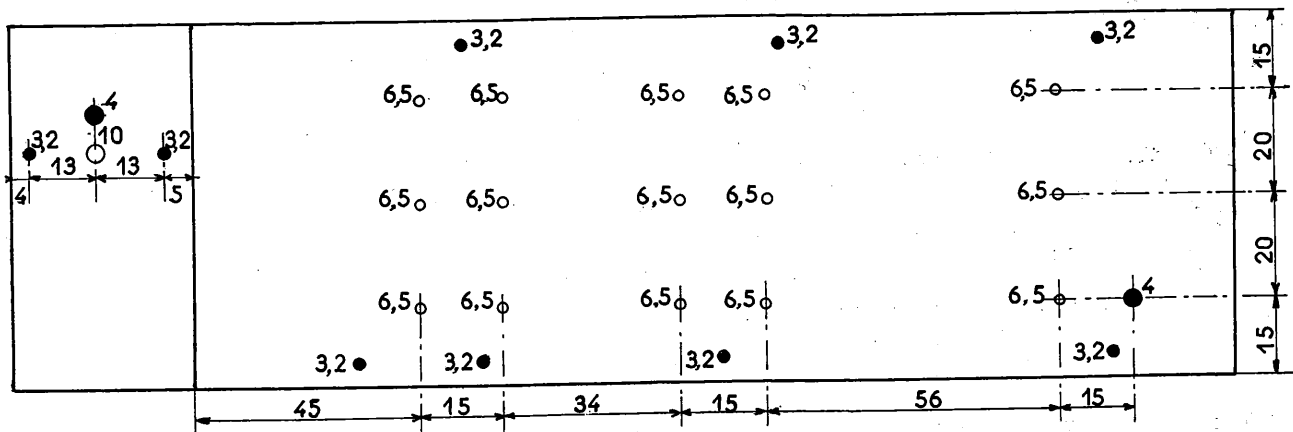

Fig. 3
**Figure 3.** — C'est le croquis coté pour le perçage du châssis. La face avant a été dessinée comme si elle n'avait pas été déjà pliée, dans le but de permettre la lecture facile des cotes de perçage de cette face. Les trous de 6,5 mm sont représentés par des croix telles qu'elles se présentent au tracé à l'équerre et la pointe à tracer. En ce qui concerne les trous de 3,2 mm sur la base du châssis, ils ont été positionnés pour le type de barrette-relais dont nous disposons : écartement entre cosses isolées ou masse, de 8 mm avec la succession de 2 cosses isolées entre deux cosses de masse. Pour un autre modèle de barrettes, il conviendra d'improviser.